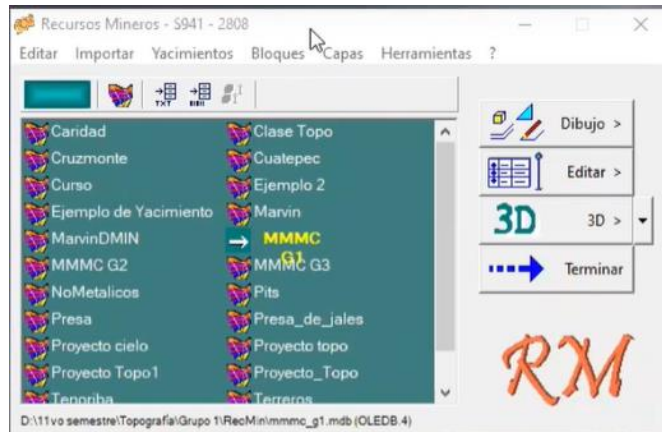

Figura 313. Módulo de yacimientos.
19. Abrir el módulo de yacimientos de RecMin y seleccionar el proyecto de la materia. Figura 313.